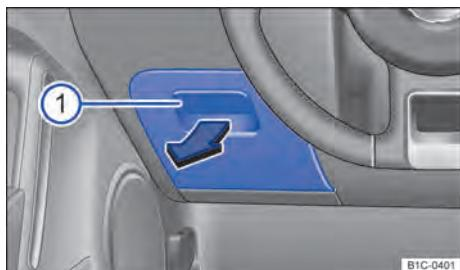

Fig. 88 No lado do condutor: porta-objetos.
Para **abrir**, puxar a alça ⇒ Fig. 88 ① no sentido da seta.